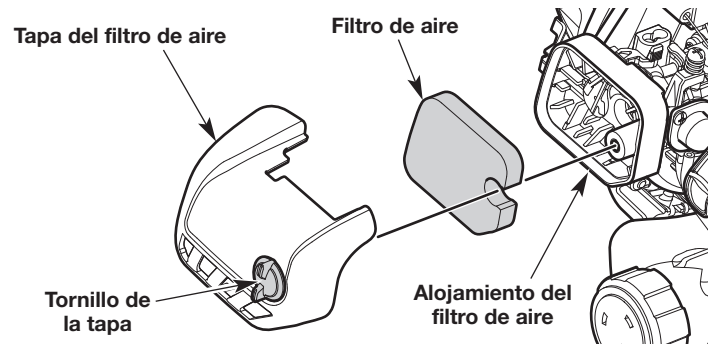

Fig. 34
1. Abra la tapa del filtro de aire para lo cual debe aflojar el tornillo de la tapa (Fig. 34).
2. Extraiga el filtro de aire de su alojamiento (Fig. 34).
6. Vuelva a instalar el filtro de aire en su alojamiento (Fig. 34).